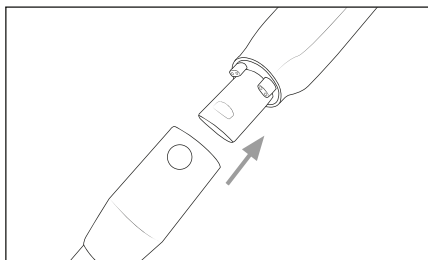

Fig. 1
- 1) Împingeți țeava de aspirare 23 în aparat până se aude un clic sonor și se fixează în poziție (a se vedea fig. 1).